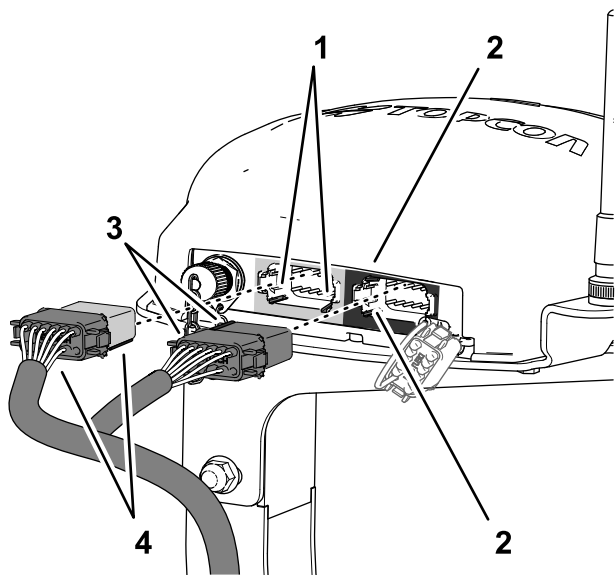

图198
3. 将数据线束的灰色和黑色 12 插槽接头较长一侧上的 2 个定位键与导航接收器左侧灰色 12 针接头的左侧、垂直外壁上的 2 个键槽对齐图198。
- 将数据线束的灰色和黑色 12 插槽接头接入导航接收器的左侧灰色 12 针接头直至接头锁牢固卡在一起图198。
- 将数据线束的黑色 12 插槽接头较短一侧上的 2 个定位键与导航接收器右侧黑色 12 针接头的左侧、垂直外壁上的 2 个键槽对齐图198。
- 仅将数据线束的**黑色** 12 插槽接头接入导航接收器的**左侧黑色** 12 针接头直至接头锁牢固卡在一起图198。